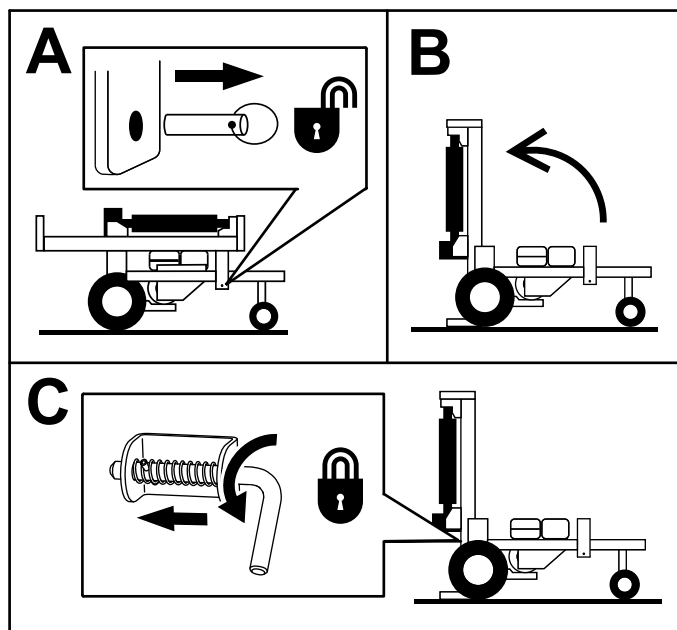

Figure 10
- Retire el pasador de bloqueo (Figure 10).
- Gire el riel hasta que esté vertical, contra la base de la máquina (Figure 10).
- Gire la palanca de bloqueo vertical a la posición de Cerrado para sujetar el riel inferior en su lugar (Figure 10).